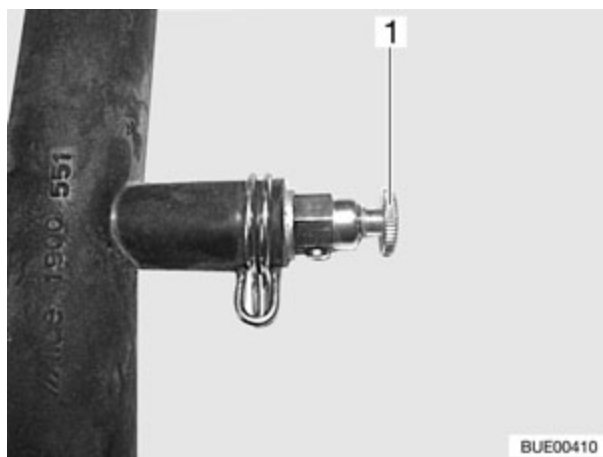

Fig. 156 Válvula de purga de la calefacción de agua caliente
- Abrir la válvula de purga (Fig. 156,1) y dejarla abierta hasta que deje de salir aire.